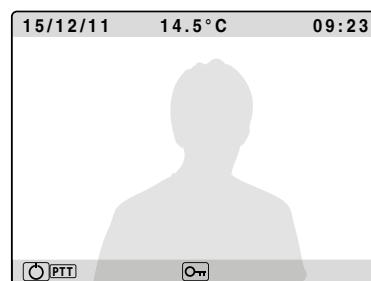

Fig. 2A
- Passare dalla modalità vivavoce alla modalità “push to talk” (premi per parlare) tenendo premuto il pulsante  fino a che il relativo LED non inizia a lampeggiare lentamente **Fig.2A**. Tenere premuto il pulsante  (il LED lampeggia velocemente) per parlare con il visitatore, rilasciare il pulsante (il LED lampeggia lentamente) per ascoltare il visitatore;